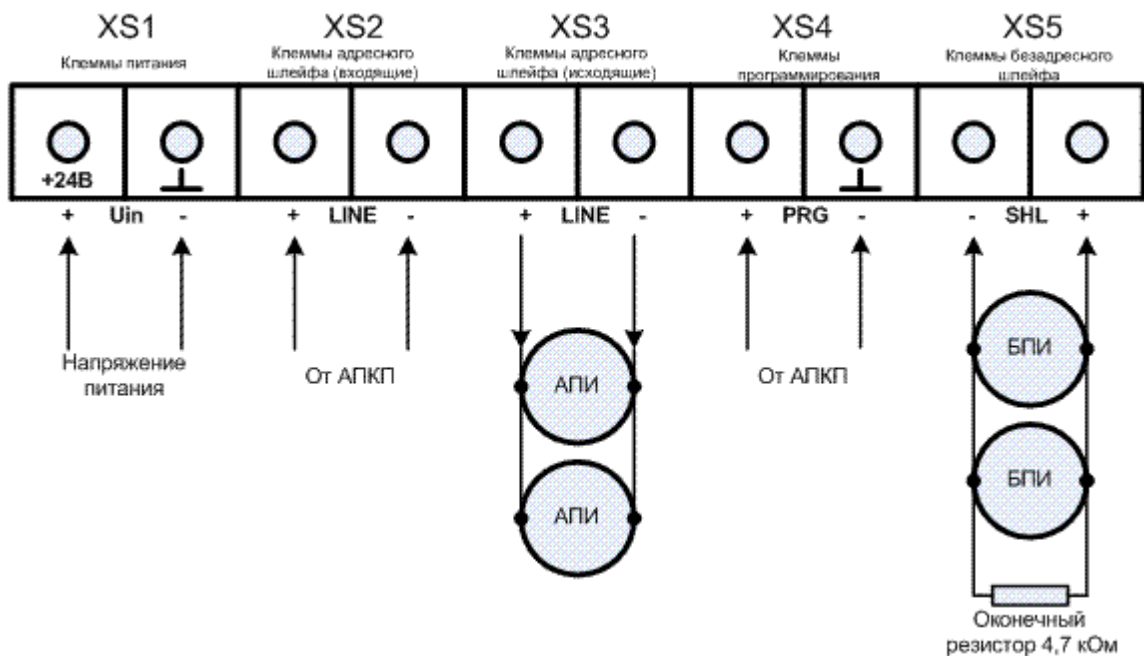

Рис.3
- Внутри корпуса, на плате, установлены клеммы (см. рис.3) для подключения адресного шлейфа, безадресного шлейфа, источника питания +24В и программирования адреса.
Схема подключения АК приведена на Рис.3. АК должен подключаться к адресному шлейфу с соблюдением полярности. Справедливы все замечания к подключению адресных извещателей, приведенные в ТО и ИЭ на АПКП. Извещатели ИП212-69/1МР включаются согласно схеме, приведенной в их паспорте. Две пары клемм адресного шлейфа введены для удобства подключения, в случае установки АК в середине или начале адресного шлейфа.